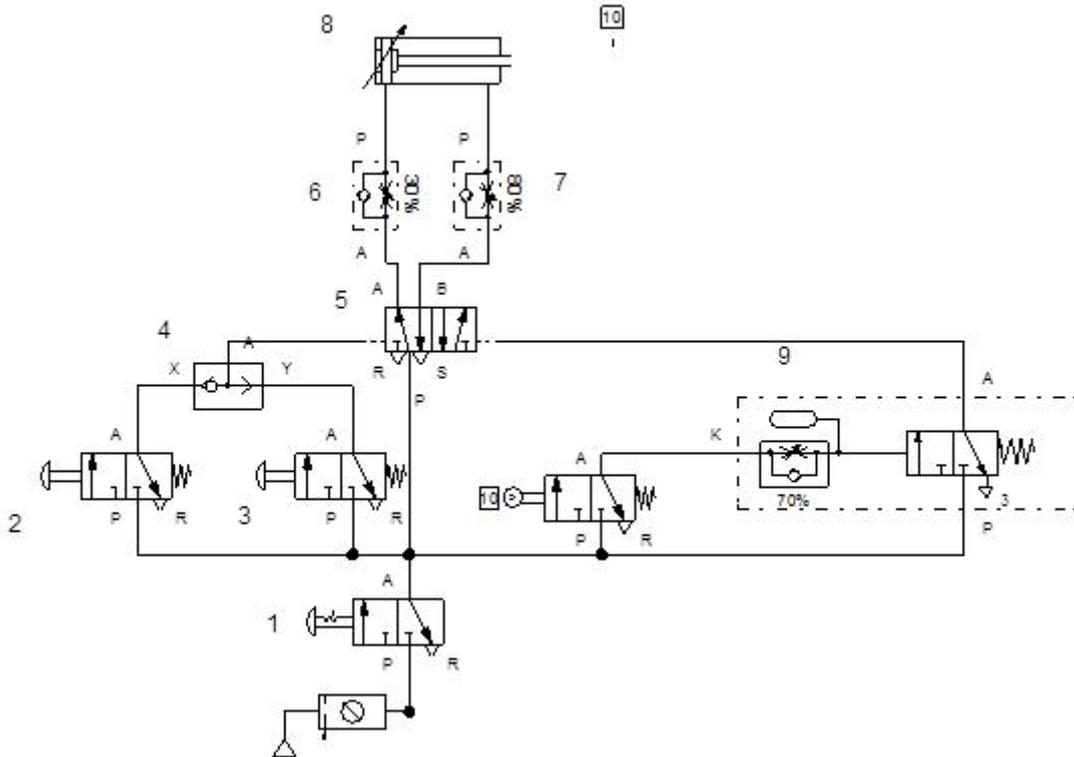

图 H1-2-10 拉门自动延时关闭气压回路
(1) 任务描述：安装并调试拉门自动延时关闭气压系统，气动回路图如下图H1-2-10 所示。